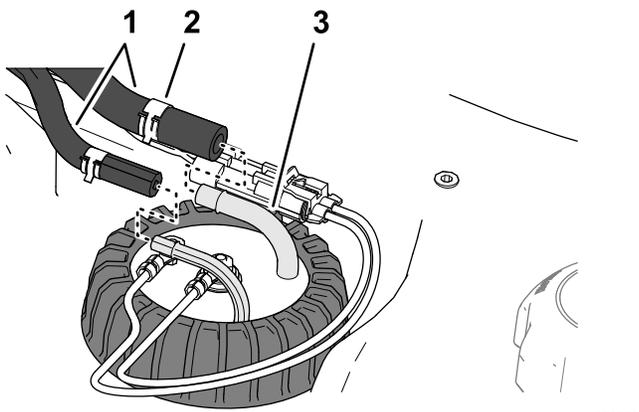

図 97
5. 燃料センダのフィッティングにホースを取り付けてホースをクランプでフィッティングに固定する 図 97。